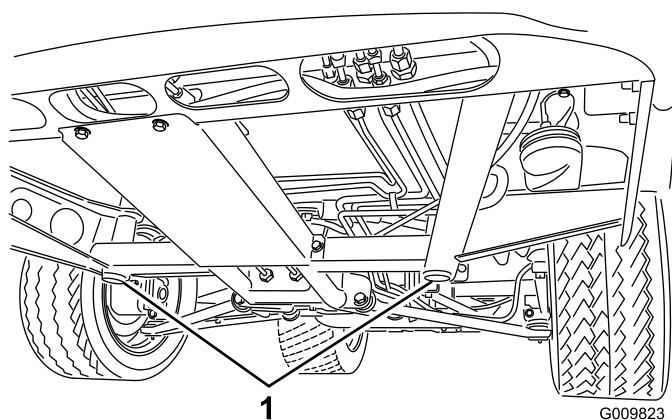
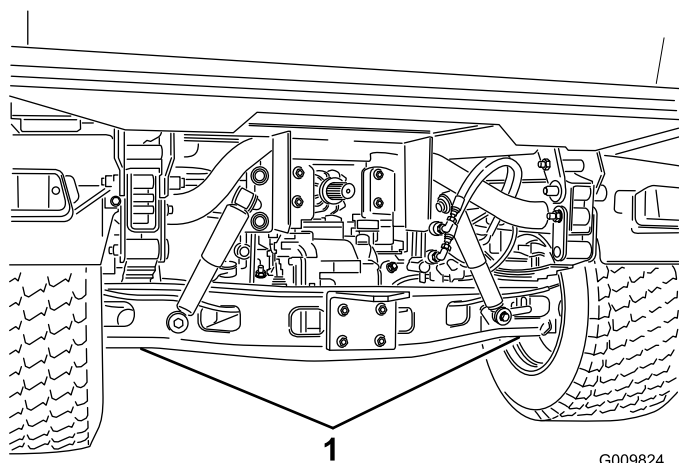

Figura 37
Figura 38
- O ponto de suspensão do macaco na parte dianteira do veículo, fica situado por baixo do apoio central do chassi (Figura 37) e na traseira por baixo da manga do eixo (Figura 38).